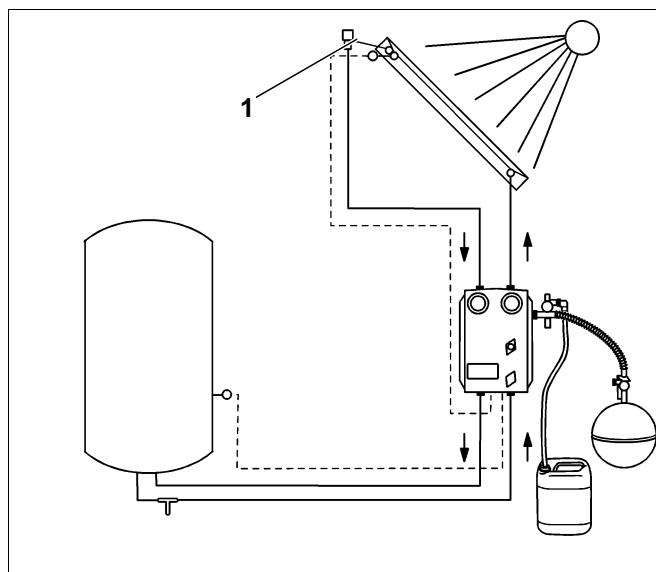

Fig. 4 Posizione del disaeratore
- I Installare le tubazioni con pendenza verso il disaeratore (fig. 4, **pos. 1**). Ad ogni cambiamento di direzione verso il basso è necessario un vaso di sfogo aggiuntivo, con disaeratore (disaeratore interamente metallico; resistenza alla temperatura min. 120°C).